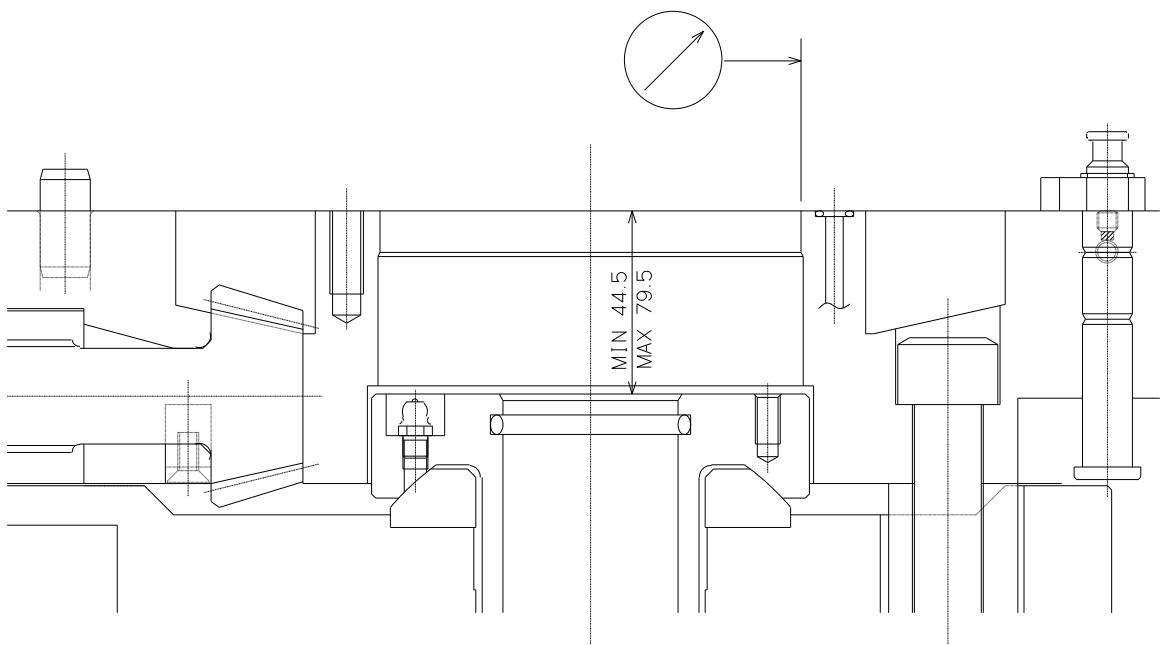

図 14
- ・【Z】連結用ハンドルを用いて図 14 のように【D】プランジャの位置を調整します。なお、プランジャにはクリックストップ(回り止め装置)がついていますので、この手応えのあった位置で調整完了するようにしてください。